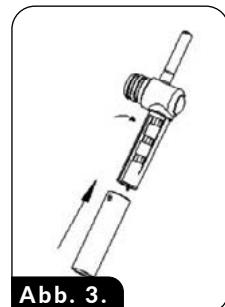

Abb. 3.
1. Kleine Tassen auf der herausgeschobenen Auszugsplatte (6) stellen.
2. Die beiden großen Löcher in Boden (6) und Gitter (9) befinden sich direkt unter dem Kaffeeauslauf dem Siebträger – sie zeigen an, wo die beiden kleinen Tassen richtig positioniert werden sollen.
3. Die große Tasse direkt auf das Abtropfschalengitter (9) stellen – die Platte (6) sollte dann ins Gerät eingesetzt werden.
HINWEIS! Bei der Zubereitung eines CAPPUCINO oder LATTE ist darauf zu achten, dass die Schaumrohrdüse (22) richtig eingestellt ist. Sie können die Länge der Milchschaum-Dosierrohrdüse auch anpassen, indem Sie sie in verschiedenen Längeneinstellungen arretieren, um sie an verschiedene Tassengrößen anzupassen (Abb. 3).